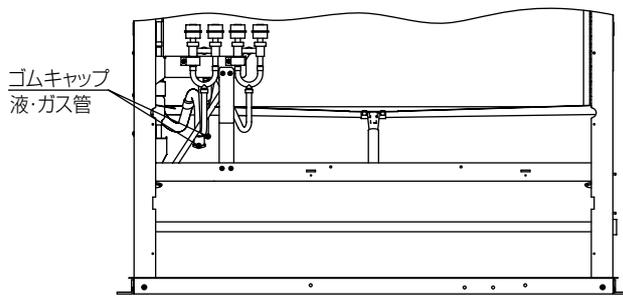

図4
- (3) 図4に示すガス管接続部および液管接続部のゴムキャップを取外してください。